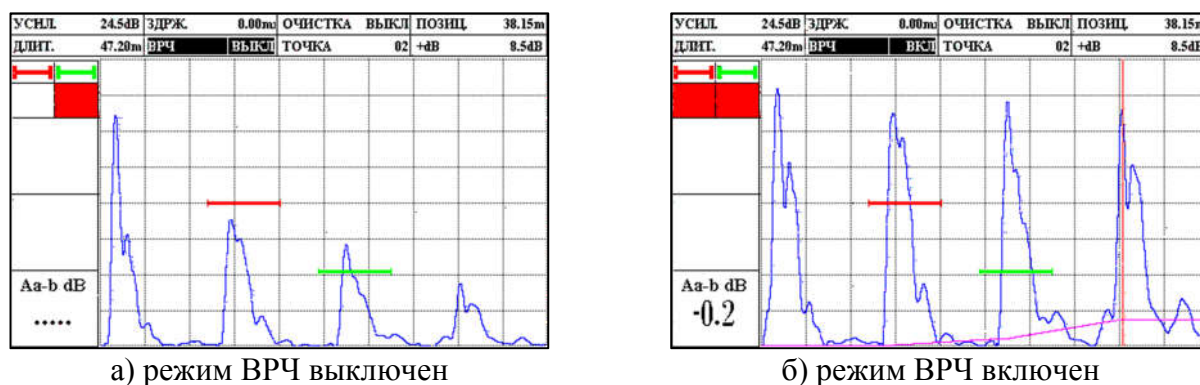

Рисунок 2.40 – Работа в режиме ВРЧ
12. Для каждого следующего отражателя произвести запись опорной точки как для точки 01. На рис. 2.40 представлена работа прибора в режиме ВРЧ.